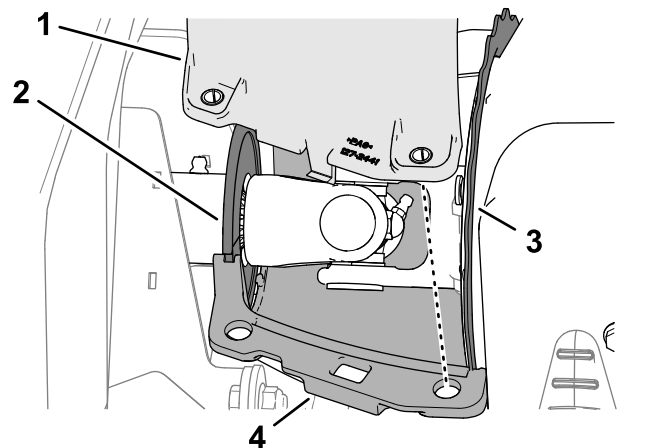

Рисунок 70
1. Совместите пазы в верхнем и нижнем кожухах воздушного охлаждения генератора с щеточным уплотнением приводного вала и фланцем крышки генератора (Рисунок 70).